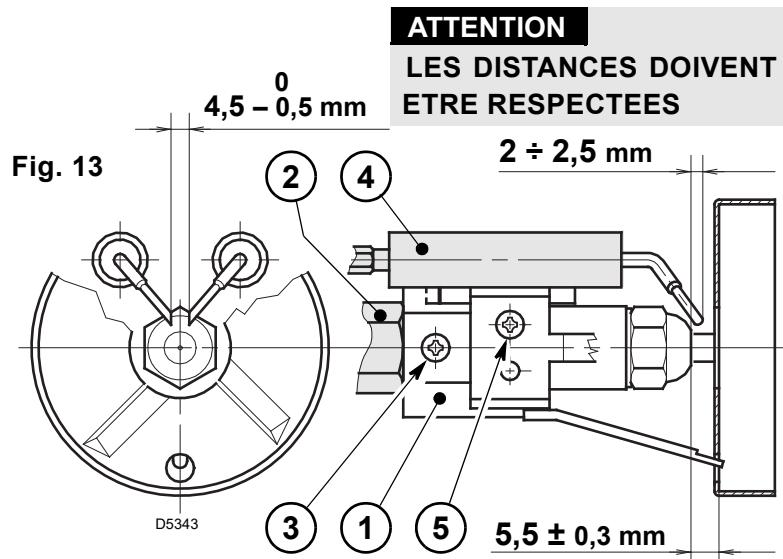

Fig. 13
- Accrocher le brûleur à la bride (1), enlever le gueulard (2) après avoir desserré les vis (3).
- Débrancher les câbles (4) des électrodes, enlever de la ligne porte gicleur le support de l'accroche flamme (5) après avoir desserré la vis (3, Fig. 13, page 7).
- **Visser correctement le gicleur (6) en le serrant comme indiqué en figure.**
- Débrancher les câbles (4) des électrodes, enlever de la ligne porte-gicleur (1) le support de l'accroche-flamme (9) après avoir desserré la vis (3, Fig. 13).
- **Visser correctement le gicleur (10) en le serrant comme indiqué en figure.**
4.2 REGLAGE DES ELECTRODES (voir Fig. 13)